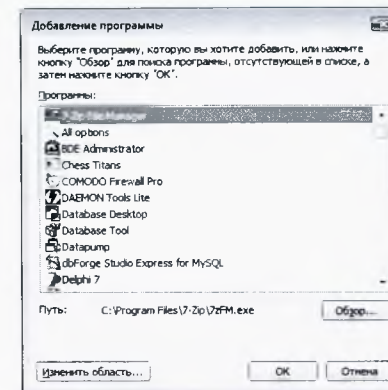

Рис. 112
6. В диалоговом окне «Добавление программы» (рис. 112) нажмите кнопку «Обзор...».